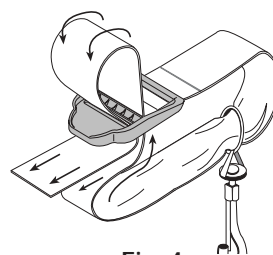

Fig. 4
2. Tirez la bandoulière par-dessus la traverse et à travers la fente de la boucle (Fig. 4).